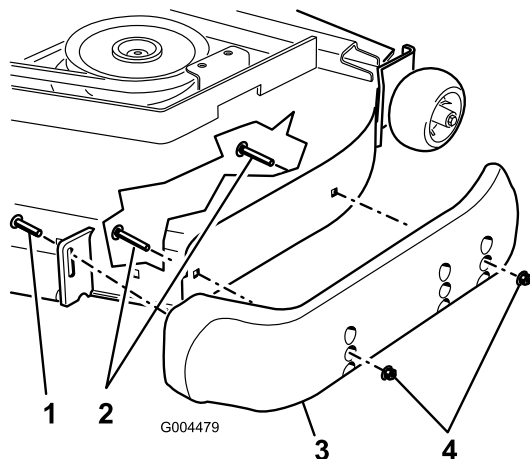

Figura 44
3. Allentate la vite davanti a ciascun pattino (due pattini sui piatti di taglio del Guardian ed uno sui piatti di taglio con scarico laterale, come illustrato nella Figura 44.